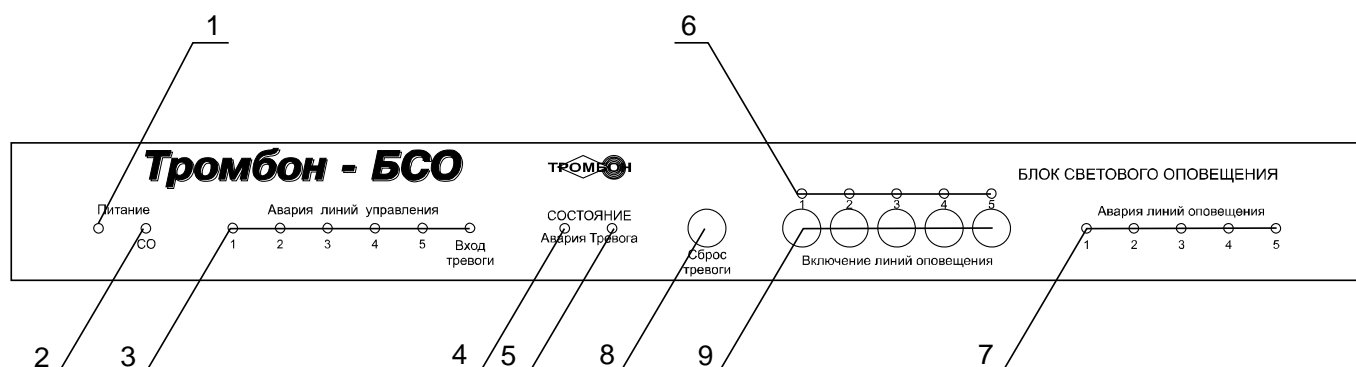

Рис. 1
4. Любые другие значения сопротивления линии связи, воспринимаются БСО как авария линии связи с АУПС. На передней панели Прибора загорается индикатор аварии линий (рис. 1, поз. 7) соответствующий номеру неисправной линии.